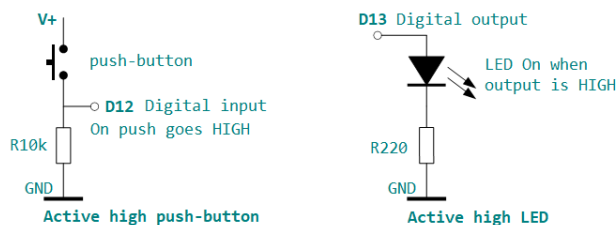

Figura 1: Conexión de LED y botón externos.
3. Realizar las conexiones que se muestran para incorporar un LED y un botón externos a la tarjeta Arduino (Figura 1). Identificar los puertos digitales D12 y D13, el puerto de alimentación **+5V** y los nodos de tierra (GND) (Figura 2). Alimentar el sistema mediante el cable USB tipo A/B conectado a la PC.